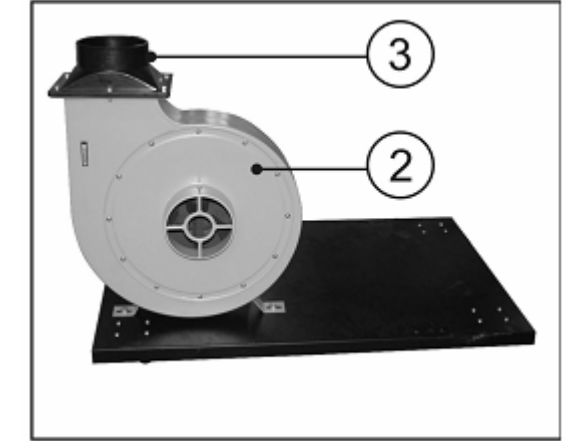

Рис.4.
- Закрепите болтами выходной переходник (3) на выходе корпуса вентилятора (2), установив между ними прокладку, Рис.4.